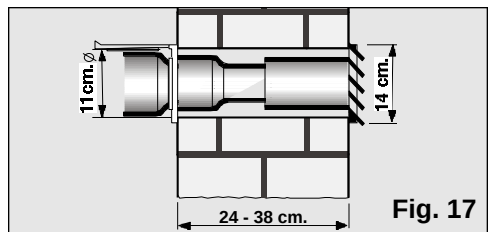

Fig. 17
- ❑ Per espellere l'aria calda attraverso il muro bisogna eseguire un foro in esso per collocarvi il bocchettone, **Fig. 17**.